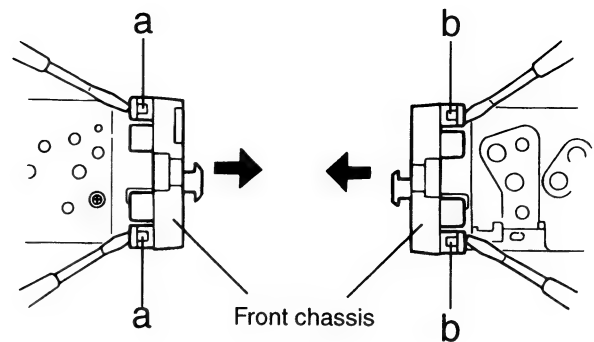
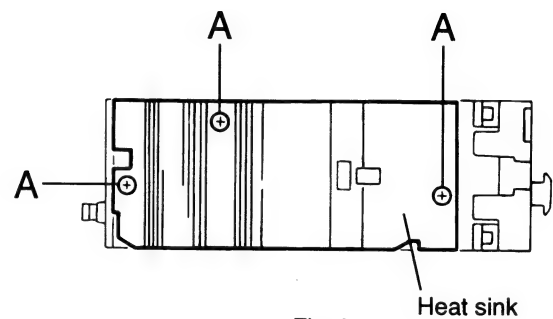
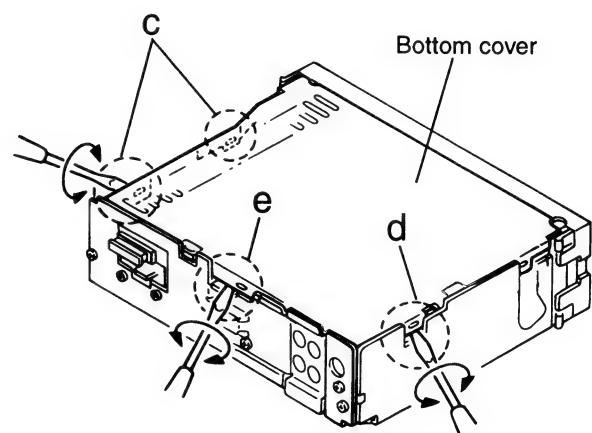

Fig. 1
Fig. 2
Fig. 3
- If the speaker wiring in your car is as illustrated in Fig. 1 and Fig. 2 below, **DO NOT** connect the unit using that original speaker wiring. If you do, the unit will be seriously damaged. Redo the speaker wiring so that you can connect the unit to the speakers as illustrated in Fig. 3.
- If the speaker wiring in your car is as illustrated in Fig. 3, you can connect the unit using the original speaker wiring in your car.
- Ist die Lautsprecherverdrahtung wie unten in Fig. 1 und 2 abgebildet, das Gerät **NICHT** mit der Originalverdrahtung der Lautsprecher anschließen, da sonst das Gerät schwer beschädigt wird. Die Lautsprecherverdrahtung erneuern, so daß Sie das Gerät an den Lautsprechern wie in Fig. 3 abgebildet anschließen können.
- Ist die Lautsprecherverdrahtung in Ihrem Auto wie in Fig. 3 abgebildet, können Sie das Gerät mit der Originalverdrahtung der Lautsprecher in Ihrem Auto anschließen.
- Si le câblage des enceintes de votre voiture est réalisé comme montré sur la Fig. 1 ou Fig. 2 ci-dessous, **NE CONNECTEZ PAS** l'appareil en utilisant ce câblage original d'enceintes. Si vous le faites, l'appareil sera sérieusement endommagé. Recommencez le câblage des enceintes de façon que vous puissiez connecter l'appareil aux enceintes comme montré sur la Fig. 3.
- Si le câblage des enceintes de votre voiture est comme montré sur la Fig. 3, vous pouvez connecter l'appareil en utilisant ce câblage original d'enceintes pour votre voiture.
■ Removing the Front Chassis (See Fig. 1)
■ Removing the Heat Sink (See Fig. 2)
■ Removing the Bottom cover (See Fig. 3)